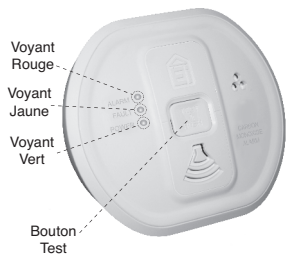

Figure 5
8. Appuyez sur le bouton Test (après 15 secondes) pour vous assurer que le détecteur fonctionne (voir figure 5).
Exercez une pression prolongée sur le bouton Test (voir figure 5) jusqu'à ce que l'alarme retentisse (cela peut prendre jusqu'à 5 secondes) et que le voyant vert clignote. (Les modèles à écran LCD affiche également l'icône ✓).